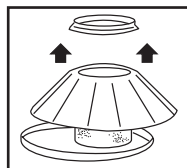

FIGURA 7
15. Para limpiar el filtro para sólidos reutilizable, retire el anillo de montaje y el filtro del alojamiento de la tapa **FIGURA 7.** Quite la suciedad o el polvo sacudiéndolo (en